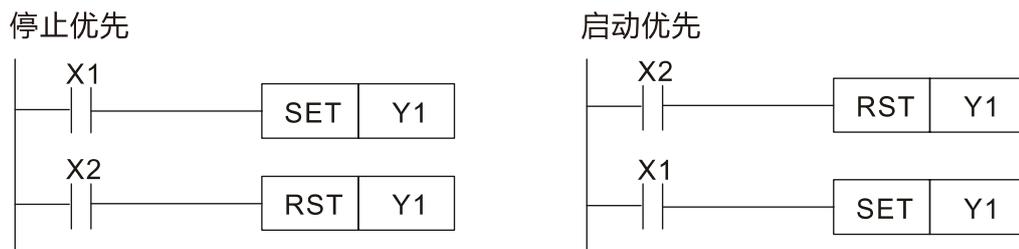

图 16-39
下图 16-39 是利用 RST 及 SET 指令组合成的自保电路。
- RST 指令设置在 SET 指令之后，为停止优先。由于 PLC 执行程序时，是由上而下，因此会以程序最后 Y1 的状态作为 Y1 的线圈是否受电。所以当 X1 与 X2 同时动作时，Y1 将失电，因此为停止优先（请参考图 16-39 之左图）。
- SET 指令设置在 RST 指令之后，为启动优先。当 X1 与 X2 同时动作时，Y1 将受电，因此为启动优先（请参考图 16-39 之右图）。